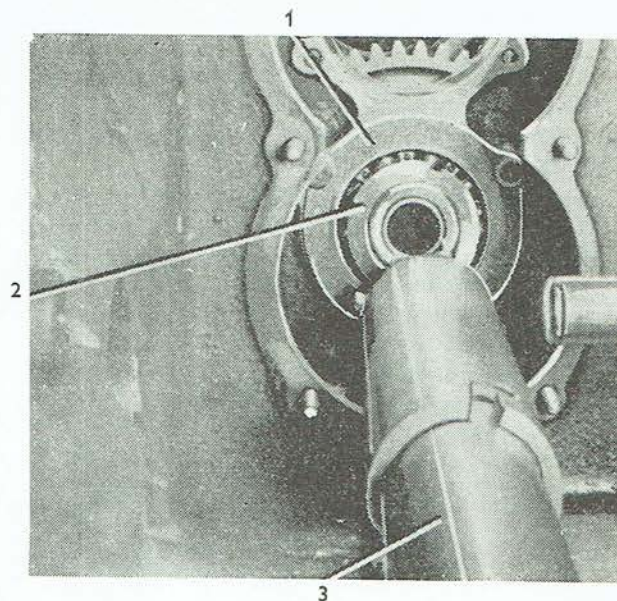

Abb. 127
1. Drei Schrauben M 8×15 sind auszuschrauben und der untere Deckel (Abb. 127/1) ist abzunehmen.
2. Die Mutter KM 9, beim Schlepper Zetor 4511 — KM 11 (Abb. 127/2) ist zu entsichern und mit einem Spezialschlüssel (Abb. 127/3) abzuschrauben.